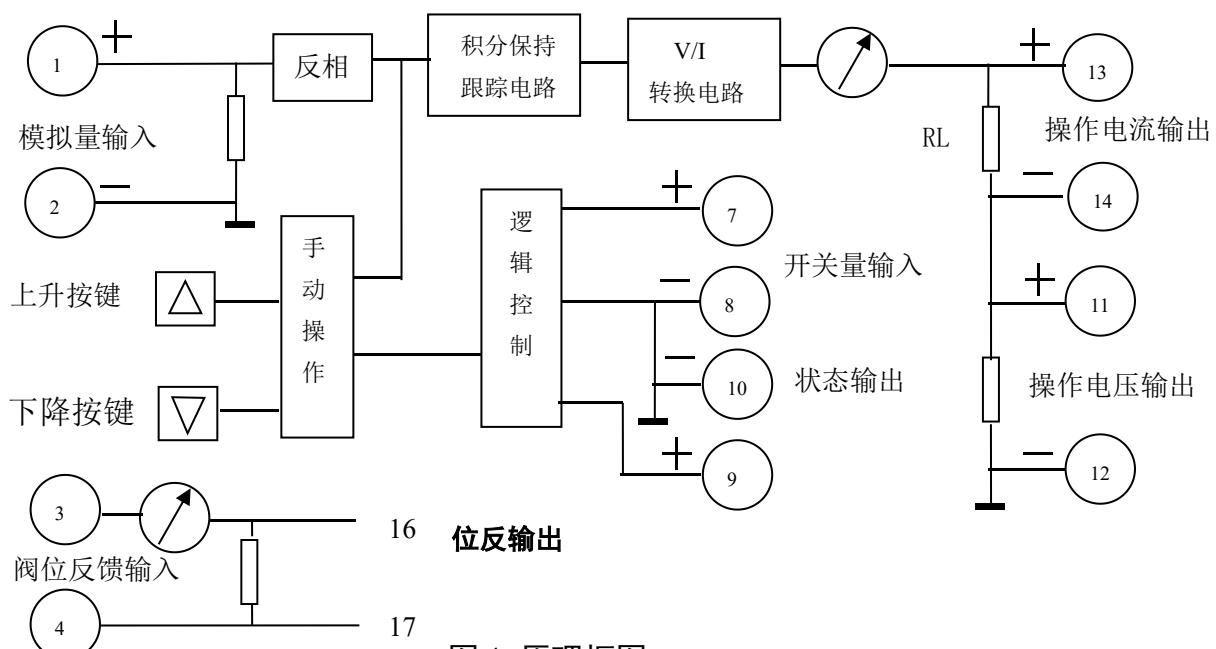

图 1 原理框图
图 1 是操作器的原理框图，输入 4~20mA 电流由端子 (1) 输入，经表头显示输入值，流经  $250\Omega$  精密电阻 R1，将电流转换成 1~5V 电压信号，经反相器变为 -1~5V 电压，送至自动/手动切换电路。当操作器处于自动状态时，经积分跟踪后输出同样大小相位相反的电压。再经 V/I 转换成相应电流，流经输出表头指示输出值。(13), (14) 端子可接 0~600Ω 负载，(11), (12) 端子可得 1~5V 输出信号电压，送给计算机或调节器。